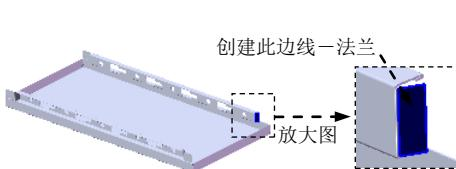
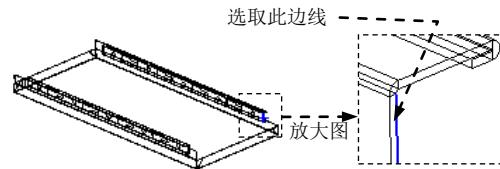

图 17.9.76 创建边线—法兰 21
图 17.9.77 定义特征的边线
Step35. 用相同的方法创建另一侧的边线法兰 21 (图 17.9.76), 边线法兰的边线如图 17.9.77 所示。详细操作过程参见 Step29。